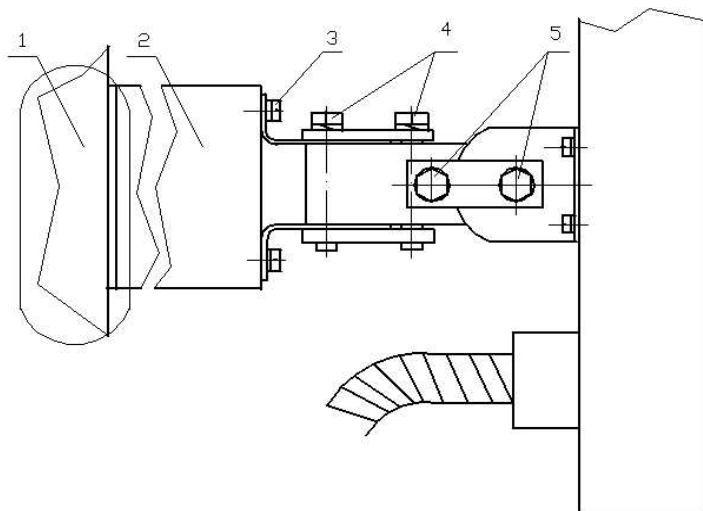
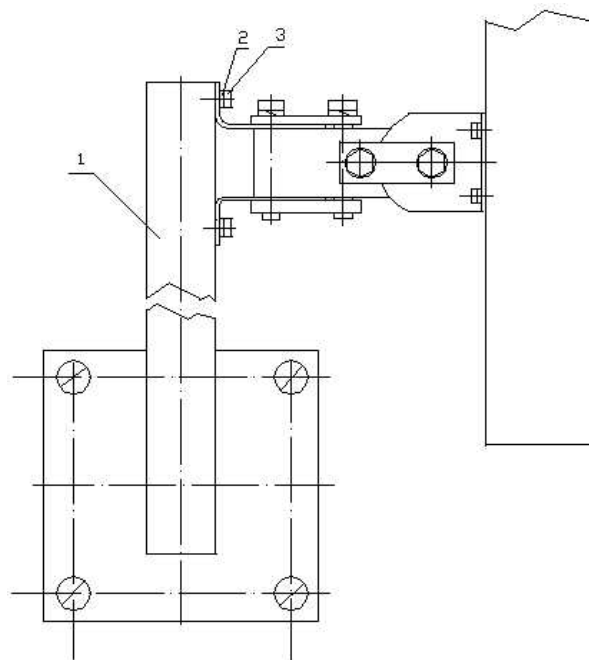

Рис. 10.2
Рис. 10.3
10.2.1 Вариант установки блоков на стене 1 (заграждении) показан на рис. 10.2. Произвести разметку для крепления кронштейна 2 (УЗК-1). Центры отверстий располагаются в углах условного прямоугольника 80×60. С помощью винтов 3 с пружинных шайб и гаек прикрепить БПРД (БПРМ) к кронштейну 2. Просверлить соответствующие отверстия в стене 1 и с помощью шурупов или болтов с шайбами закрепить БПРМ (БПРД) на заграждении. Если необходимо разместить БПРД и БПРМ выше заграждения или стены сооружения, нужно воспользоваться специальными кронштейнами 1 (см. рис. 10.3) из комплекта поставки. Центры
10.2.4 Для проведения юстировки по азимуту необходимо ослабить болты 4 (рис. 10.2) до обеспечения возможности поворота блока с мягким усилием. Повернуть блок БПРМ (БПРД) в направлении противоположного блока БПРД (БПРМ) данного участка. Затянуть болты 4 до выпрямления пружинных шайб.
10.2.5 Для проведения визуальной юстировки по углу места (см. рис.10.2 ослабить болты 5 до обеспечения поворота блока с мягким усилием. Повернуть блок БПРМ (БПРД) в направлении противоположного блока. Затянуть болты 5 до выпрямления пружинных шайб.